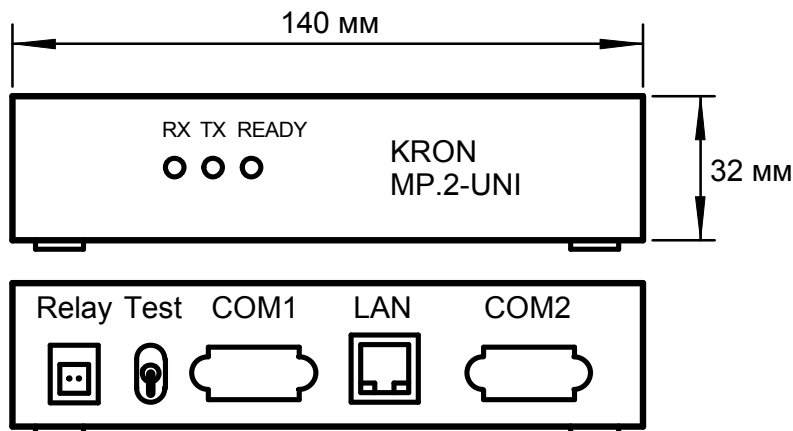

Рис.1 Внешний вид контроллера MP.2-UNI-04.
5.1.1 MP-контроллер выполнен в металлическом корпусе. Внешний вид MP-контроллера приведен на рис.1.